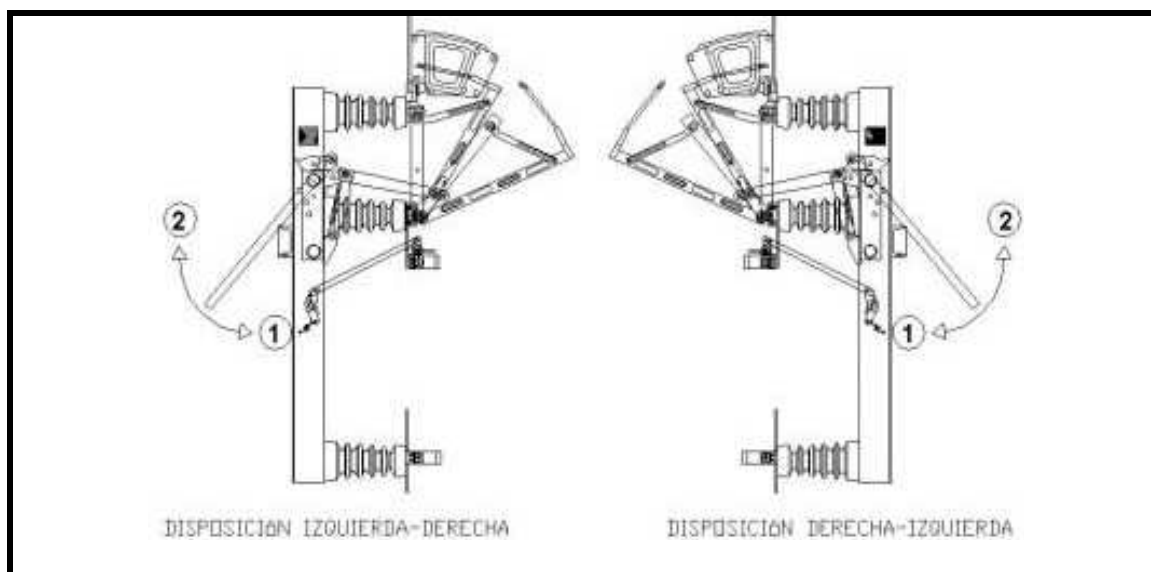

Figura 5.6 Operación del interruptor tripolar. (Manual de operación Zetrak, 2007)
- Movimiento parcial desde la posición 1 en dirección a 2, mediante el cual se abre el seccionador tripolar. Una vez en posición abierta, el mecanismo retorna a 1. Véase figura 5.6